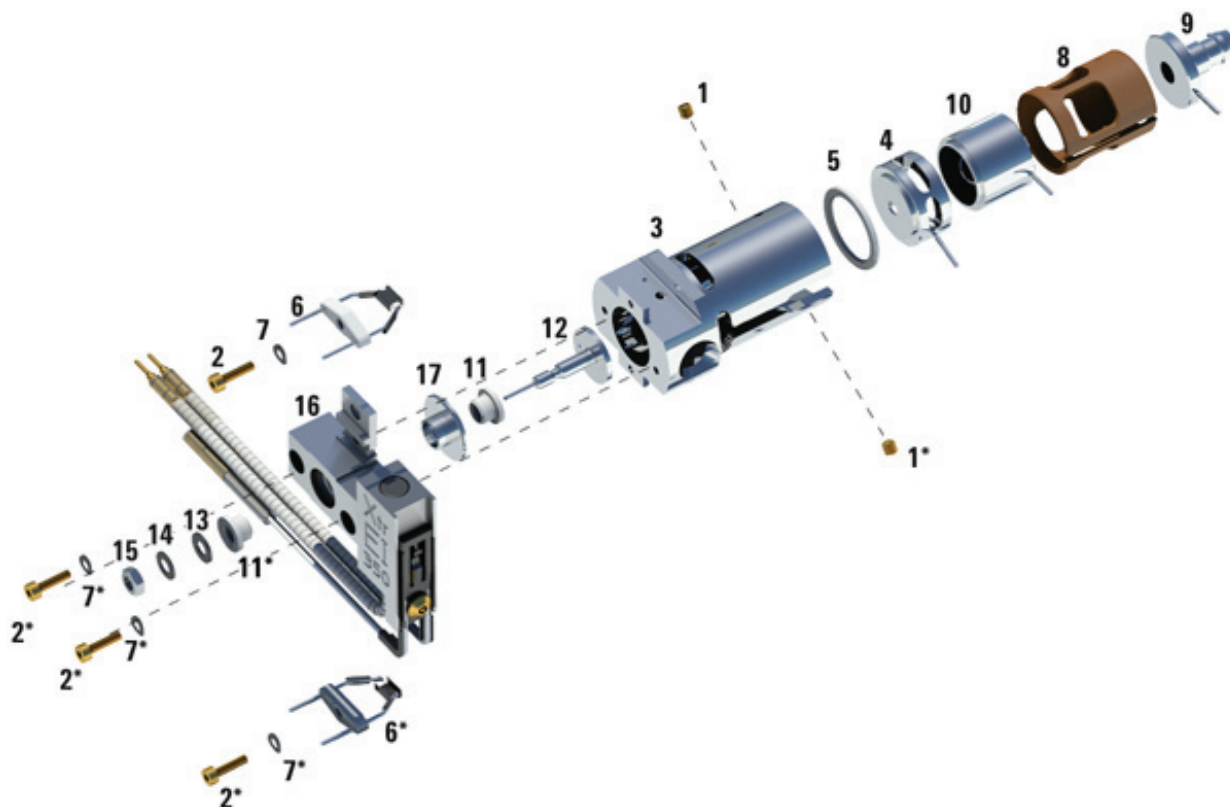

Рис. 25 Сборка ионного источника ЭУ
- 1 Соберите линзу ионного фокуса, входную линзу и изолятор линзы (Рис. 25).
- 2 Присоедините изолятор к линзе экстрактора и поместите их в корпус источника (Рис. 25).
Таблица 18 Список компонентов ионного источника ЭУ (Рис. 25)
Таблица 18 Список компонентов ионного источника ЭУ (Рис. 25) (продолжение)